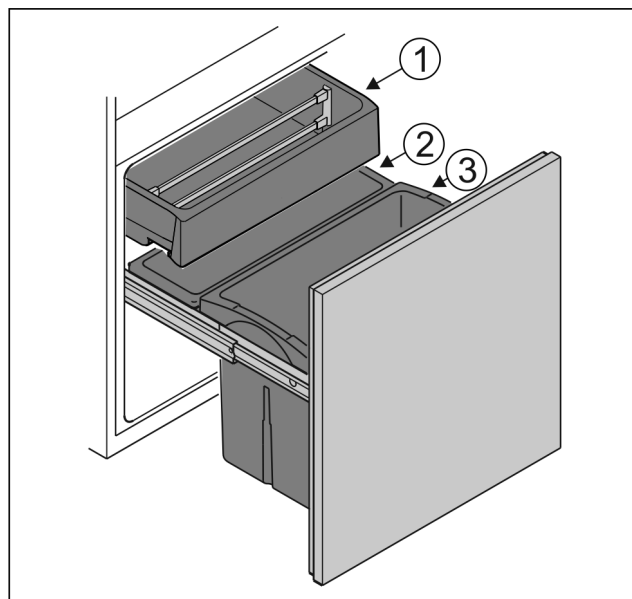

Fig. 6
- ▶ Beholdere Fig. 6 (1): Opbevaring af uemballerede grøntsager og tropiske frugter.
- ▶ Beholdere Fig. 6 (2): Opbevaring af uemballerede små frugter og grøntsager.
- ▶ Beholdere Fig. 6 (3): Opbevaring af individuelle flasker.